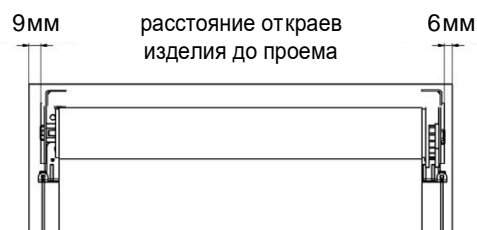

Рис. 2. Зазор между изделием и проемом (при установке с боковой фиксацией)
2. При монтаже изделия с боковой фиксацией в проем необходимо, чтобы между краем изделия и проемом со стороны управления оставался зазор не менее 6 мм, а с другой стороны – не менее 9 мм (Рис.2).